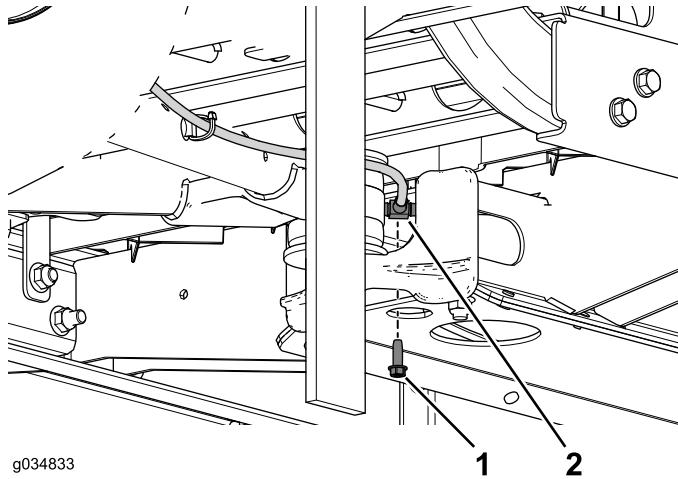

図18
5. ブレーキラインのT字フィッティングをセンターチャネルに固定しているタッピングねじを取り外す図18。